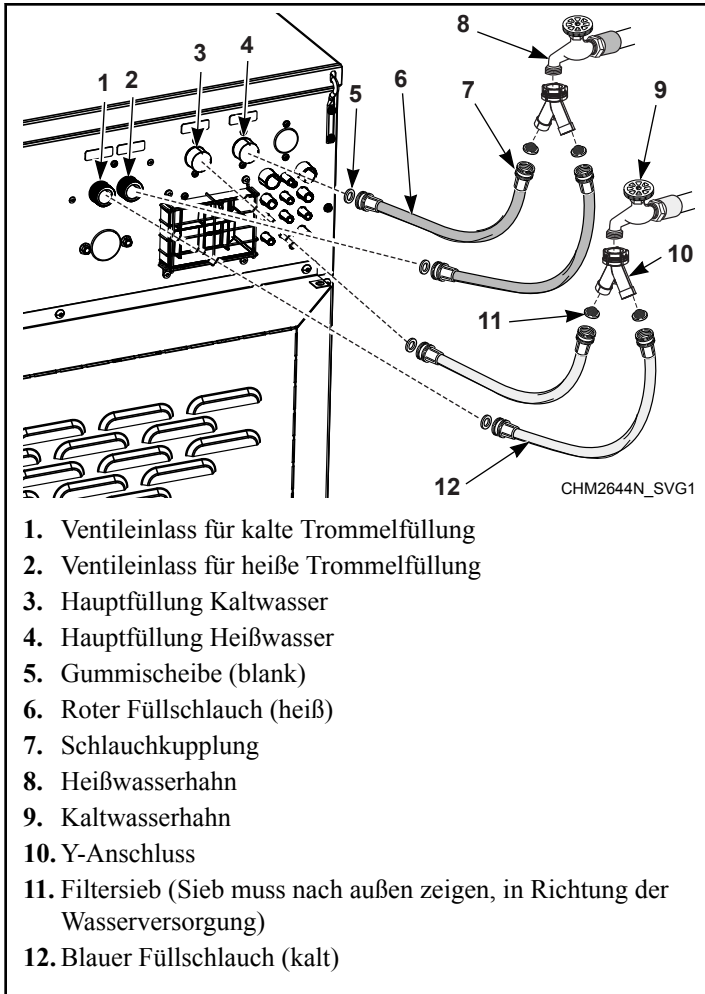

Abbildung 30
1. Vor Installation der Schläuche muss das Wassersystem des Gebäudes mit Hilfe der Anschlussventile der Maschine für min. zwei (2) Minuten durchgespült werden.
2. Die vier (4) einfachen Gummischeiben und vier (4) Filtersiebe aus dem mitgelieferten Zubehörbeutel entnehmen.
3. Eine (1) einfache Gummischeibe an einem Ende und ein (1) Filtersieb am anderen Ende jedes Zulaufschlauchs anbringen. Die Siebe müssen nach außen zeigen, in Richtung der Wasserversorgung. Siehe *Abbildung 30*.
4. Einen (1) der Y-Anschlüsse (im Lieferumfang der Maschine enthalten) in den Kaltwasserhahn und einen (1) in den Heißwasserhahn einschrauben.
5. Die Schlauchkupplungen mit den Filtersieben auf die Wasserhähne schrauben und handfest anziehen. Die zwei (2) roten, farbkodierten Schläuche für den Heißwasseranschluss verwenden und zwei (2) blauen, farbkodierten Schläuche für den Kaltwasseranschluss.
7. Die Kupplung mit der einfachen Gummischeibe des einen (1) roten, farbkodierten Schlauchs (am Heißwasseranschluss angeschlossen) auf den Hauptfüllventileinlass aufschrauben (mit einem roten Etikett gekennzeichnet). Die Kupplung mit der einfachen Gummischeibe des anderen roten, farbkodierten Schlauchs auf den Trommelfüll-Ventileinlass aufschrauben (mit einem roten Etikett gekennzeichnet). Von Hand festziehen. Siehe *Abbildung 30*.
8. Die Kupplung mit der einfachen Gummischeibe des einen (1) blauen, farbkodierten Schlauchs (am Kaltwasseranschluss angeschlossen) auf den Hauptfüllventileinlass aufschrauben (mit einem blauen Etikett gekennzeichnet). Die Kupplung mit der einfachen Gummischeibe des anderen blauen, farbkodierten Schlauchs auf den Trommelfüll-Ventileinlass aufschrauben (mit einem blauen Etikett gekennzeichnet). Von Hand festziehen. Siehe *Abbildung 30*.